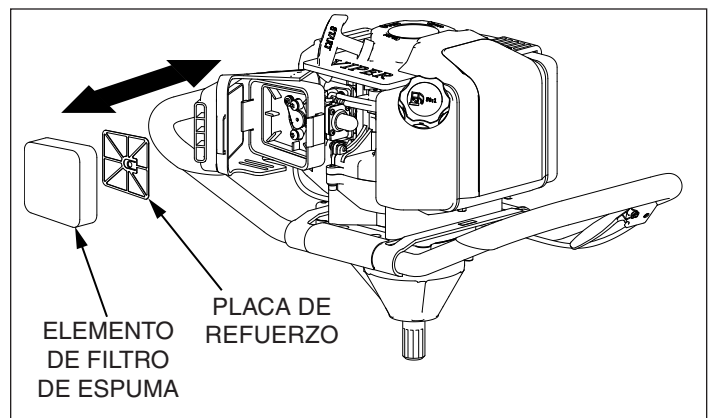

Figura 6
4. Retire el elemento filtrante de espuma (**CONSULTE LA FIGURA 6**) y reemplácelo con un nuevo filtro lubricado, o bien, limpie el filtro de espuma original con agua tibia y jabón suave, siguiendo los pasos anteriores para la Limpieza del filtro de aire. Recuerde lubricar completamente el filtro de espuma con aceite para motor grado 30 o 40 y quitar el exceso de aceite.